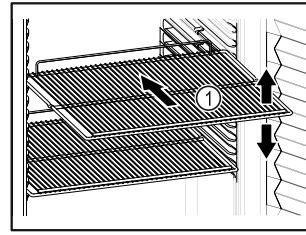

Fig. 47 Przykładowa prezentacja
- ❑ Jeśli ruszty do składowania Fig. 47 (1) są ruchome, należy je ustawić odpowiednio do wysokości.